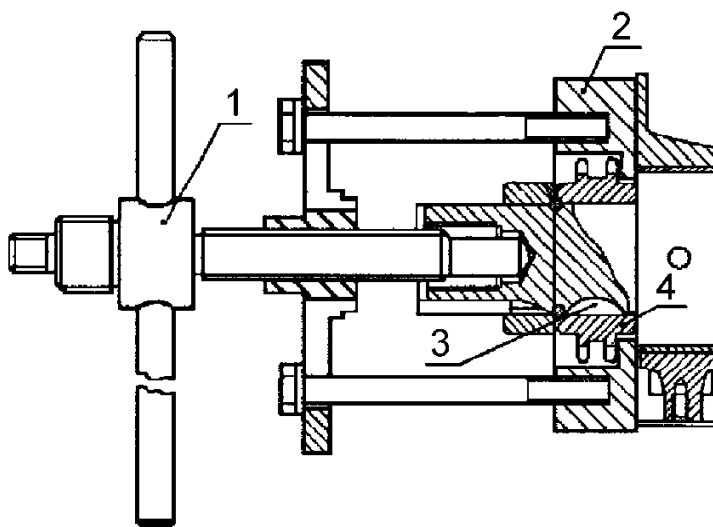

Рисунок 53. Снятие звездочки коленчатого вала:
- спрессовать звездочку с переднего конца коленчатого вала с помощью специального съемника (рис.53), вынуть шпонку звездочки;